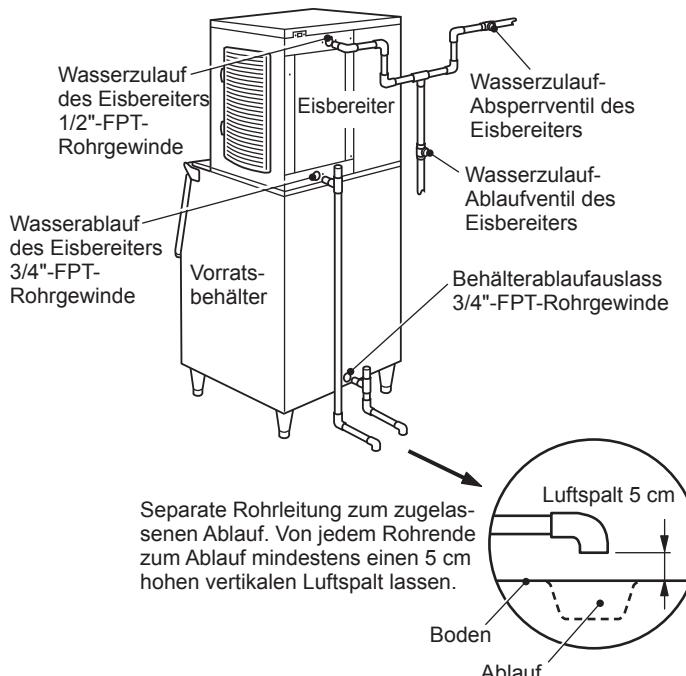

Abb. 6
- \* Für den einwandfreien Ablauf ist ein belüftetes T-Stück erforderlich. Siehe Abb. 6.
- \* Die Eisbereiter-Ablaufleitung muss separat von der Ablaufleitung des Eisvorratsbehälters/Eisspenders geführt werden. Siehe Abb. 6.